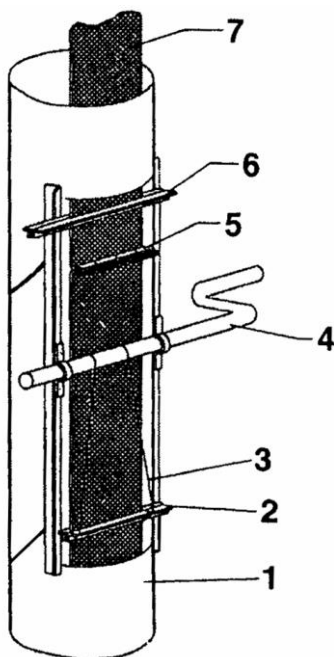

Рис. 7. Приспособление натяжное:
18. Установить на уголках секции обслуживания приспособление натяжное (поставляется в комплекте), зафиксировать один конец ленты норийной уголками приспособления, а второй натянуть вращением рукоятки с тросом через другие уголки, стягивающие норийную ленту (рис. 7).